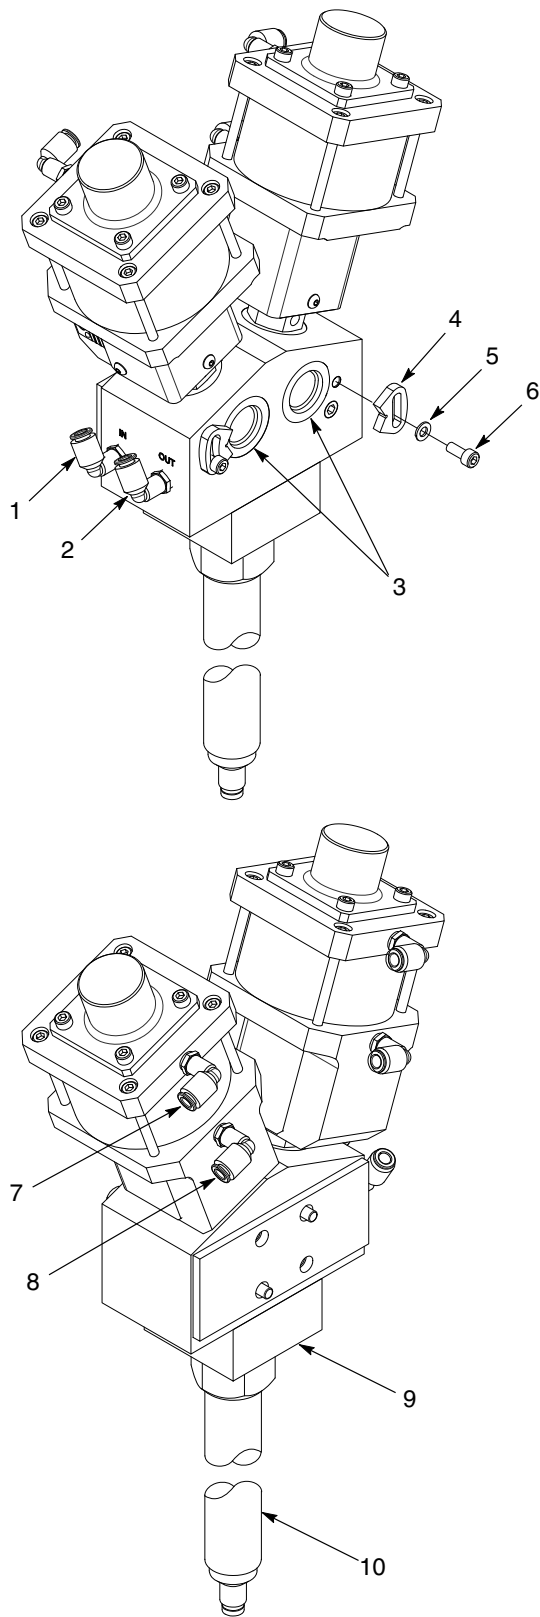

Figura 2 Installazione
1. Vedi figura 2. Collegare un condotto dell'aria dall'elettrovalvola pistola chiusa al gomito sul foro aria pistola chiusa (7).
2. Collegare un condotto dell'aria dall'elettrovalvola pistola aperta al gomito sul foro aria pistola aperta (8).
2. Vedi figura 2. Montare i raccordi d'ingresso del materiale negli attacchi d'ingresso del materiale (3) e collegare i tubi di alimentazione del materiale.
3. Montare le chiavi di bloccaggio dei tubi di alimentazione del materiale (4) usando le rondelle (5) e le viti (6). Stringere saldamente le viti.
Vedi figura 2. Per montare i condotti di alimentazione per il condizionamento temperatura collegare il tubo di refrigerante al foro d'entrata del condizionamento temperatura (1) ed un altro tubo al foro di uscita del condizionamento temperatura (2).
Vedi figura 2. Adattatori dell'ugello (9) e tubi del miscelatore (10) sono specifici per l'applicazione. Per maggiori informazioni consultare la sezione *Tubi del miscelatore, cappucci e dadi d'insegnamento*. Se necessario, per assistenza nella selezione e montaggio dell'ugello adatto alla propria applicazione rivolgersi al proprio rappresentante Nordson.